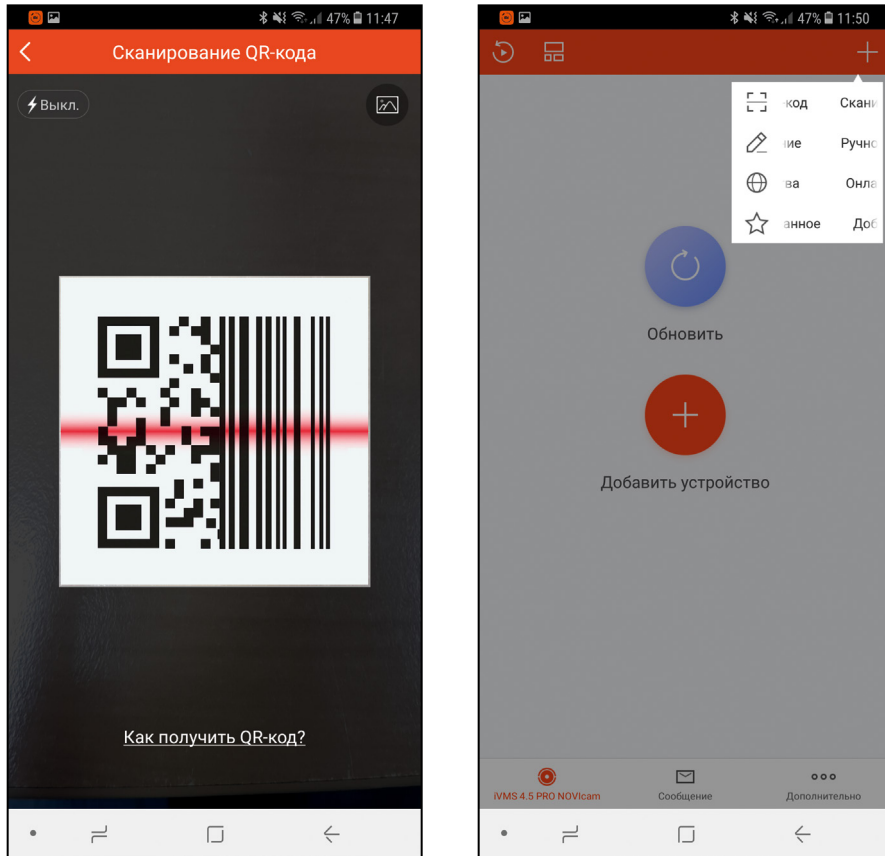

Рис. 36 Добавление устройства-2
- Отсканируйте QR-код на корпусе камеры, или введите уникальный (9-значный) номер вручную, нажав **Ручное добавление**. (Рис.36)